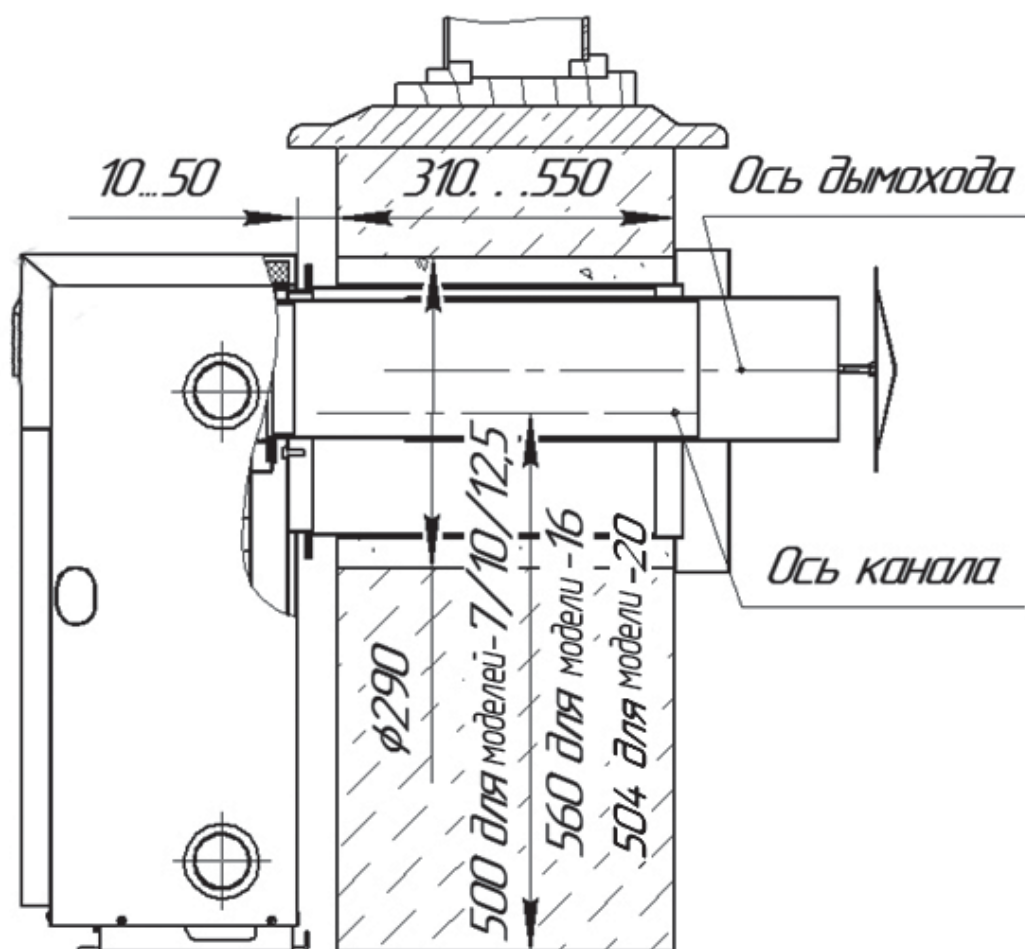

Рисунок 6 - Схема установки котла
7.7. В наружной стене - на высоте 500 мм для котлов модели КСГЗ - 7 В, КСГЗ - 10 В и на высоте 560 мм для котлов модели КСГЗ - 12,5 В и КСГЗ - 16 В, на высоте 504 мм для котлов модели КСГЗ - 20В (см. рис.6) от несгораемого покрытия пола выполнить отверстие $\varnothing 290$ мм (не менее), при этом учесть, что для обеспечения демонтажа устройства газогорелочного (рис.3) на расстоянии не менее 0,5 м от котла не должно быть никаких строительных элементов или стационарно установленного оборудования;